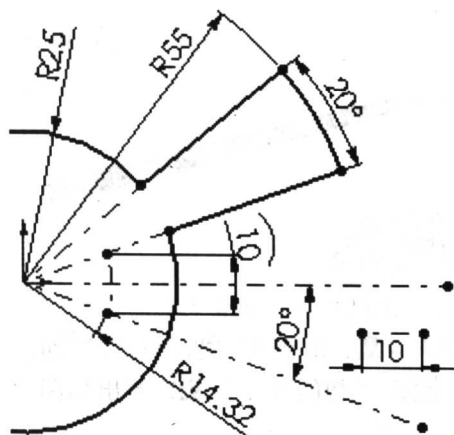

图 1-23 草图
- 3) 用“中心线”绘制出一条直线，并用“智能尺寸”标注出尺寸，如图 1-23 所示。